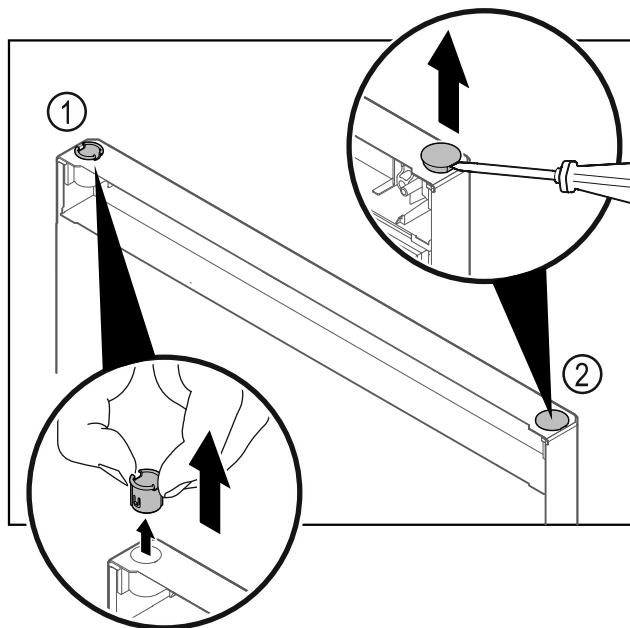

Fig. 20
- ▶ Pouzdro závěsu Fig. 20 (1) vytáhněte prsty.
- ▶ Krycí zátka Fig. 20 (2) opatrně nadzvedněte plochým šroubovákem a vytáhněte.